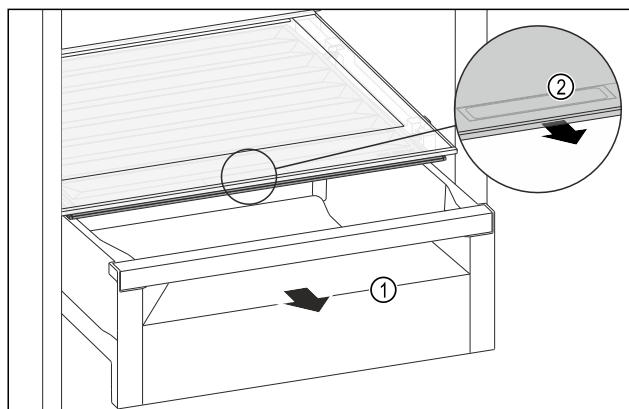

Fig. 161
- Изтеглете чекмеджето Fig. 161 (1).
- Хванете вдлъбнатия захват Fig. 161 (2) на капака на отделениято и едновременно с това издърпайте напред капака на отделениято.